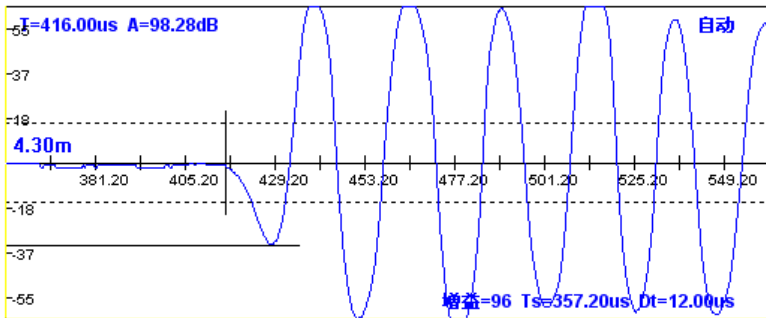

图 F1.1 正常波形
1. 在现场测试时，确保屏幕上看到图 F1.1 所示波形，首波幅度在 Y 轴方向占屏幕的一半到 2/3 高度，首波起点位置在 X 轴方向的 1/3 到 1/2 的位置：